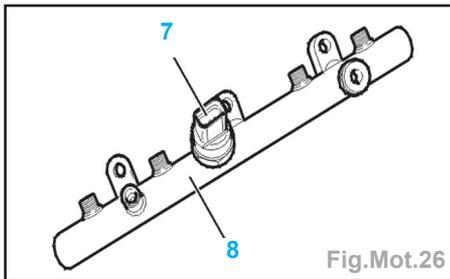

Fig.Mot.26
- électrovanne de contrôle de pression (2),
- électrovanne de contrôle volumétrique (3),
- raccord de sortie haute pression carburant (4),
- vis creuse du raccord d'alimentation de la pompe à carburant (5),
- vis retour de carburant (6).
- Ne pas dissocier le capteur de haute pression (7) de la rampe d'alimentation (8) (Fig.Mot.26).